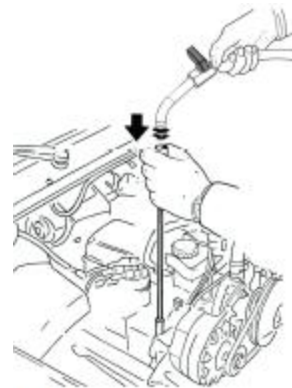

FIG. 2
- Sluit de losbuis van de aanzuigslang aan op de sonde die ondergedompeld is in de motor. (Afbeelding 2)